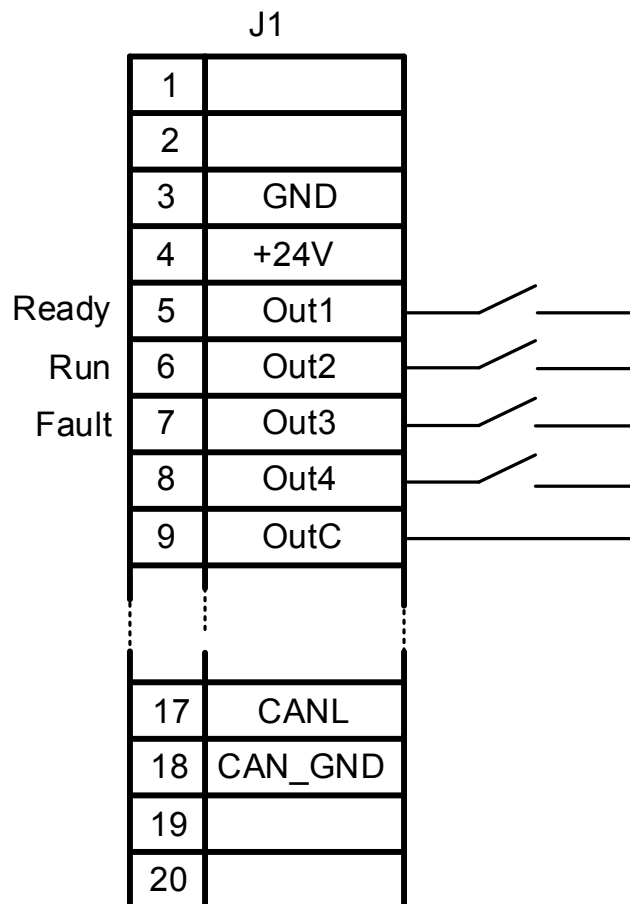

Рисунок 3.1 – Розташування та призначення дискретних релейних виходів перетворювача
3.4.11 Статичні перетворювачі серії CDD.X-D-I-XXX-XX-XXX мають діагностичну систему, що інформує водія про їх стан роботи. Інформація про стан роботи формується за допомогою дискретних релейних виходів типу «сухий контакт». Призначення релейних виходів та їхнє розташування на роз'ємі J1 наведено на рис. 3.1, на якому: